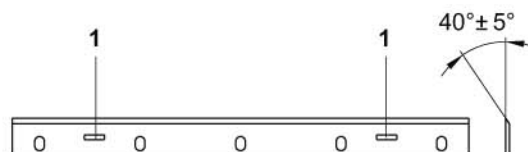

Рис. 13
Периодически, по мере затупления, необходимо производить заточку или замену строгальных ножей (*рис. 13*).
- произвести замену ножа, установив его таким образом, чтобы в имеющиеся пазы 1 (рис. 13) на ноже, вошли зацепы 5.